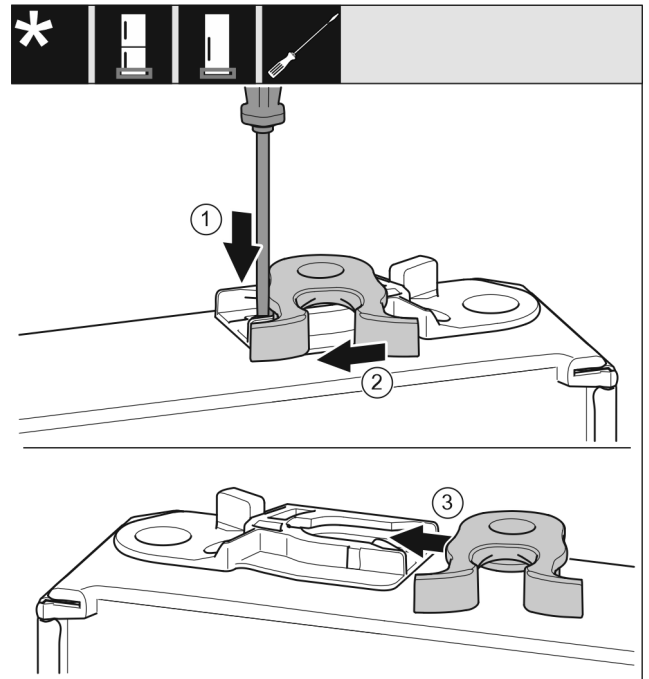

Fig. 20
- Tryck ner skenan Fig. 20 (1) med spårskruvmejsel.
- Dra stängningskroken Fig. 20 (2) ur styrningen.
- Skjut in stängningskroken Fig. 20 (3) på styrningens andra sida.